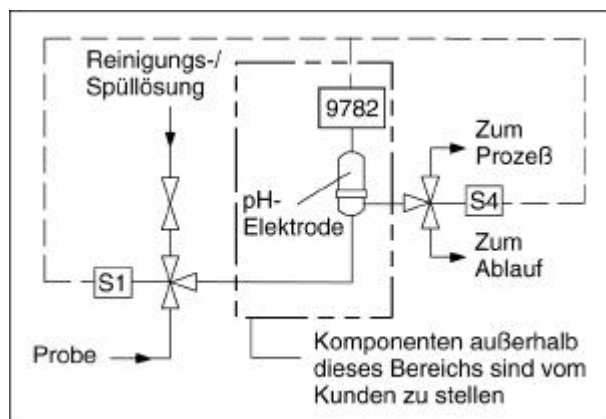

Abbildung 7-1 Anordnung zur automatischen Reinigung der Elektroden
- 2 Relais 1 aktiviert das 3-Wege-Ventil S1 (s- Abbildung 7-1), um Spüllösung für die konfigurierte Reinigungsdauer (1 bis 1999 Sekunden) an die Elektroden zu leiten. Wenn die normale Probe bei der Messung wieder in den Prozeß zurückgeleitet wird, größere Mengen der Spüllösung jedoch nicht in den Prozeß eingeleitet werden dürfen, installieren Sie das zusätzliche 3-Wege-Ventil S4. Es wird gleichzeitig mit S1 aktiviert und leitet die Spüllösung in den Ablauf.
Installieren Sie die in Abbildung 7-1 Ventile und Rohrleitungen. Vergewissern Sie sich, daß Ventile und Fittings (S1) ausreichend druckfest sind, um die beim Absperren des Prozeßzulaufs entstehende Druckspitzen aufzunehmen.